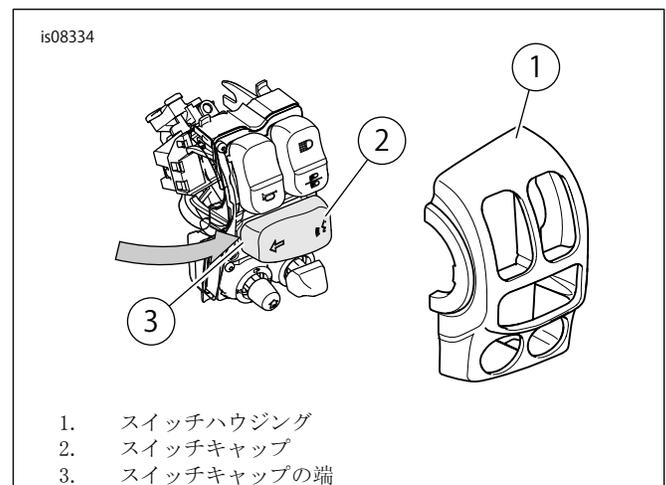

図1. スイッチキャップの取り外し(左側表記)
2. 「図1」を参照してください。現在取り付けられているターンシグナルスイッチキャップ(2)の端(3)をスイッチモジュールからゆっくりテコの原理で持ち上げます。